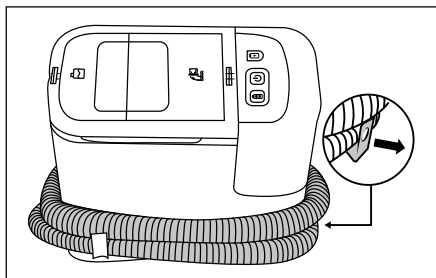

Fig. 4
- ◆ Tërhiqeni mbajtësen e tubit **15** nga pajisja. Vendoseni tubin e spërkatjes/thithjes **19** rreth pajisjes duke përdorur mbajtëset e tubit **15/16** (shih Fig. 4).